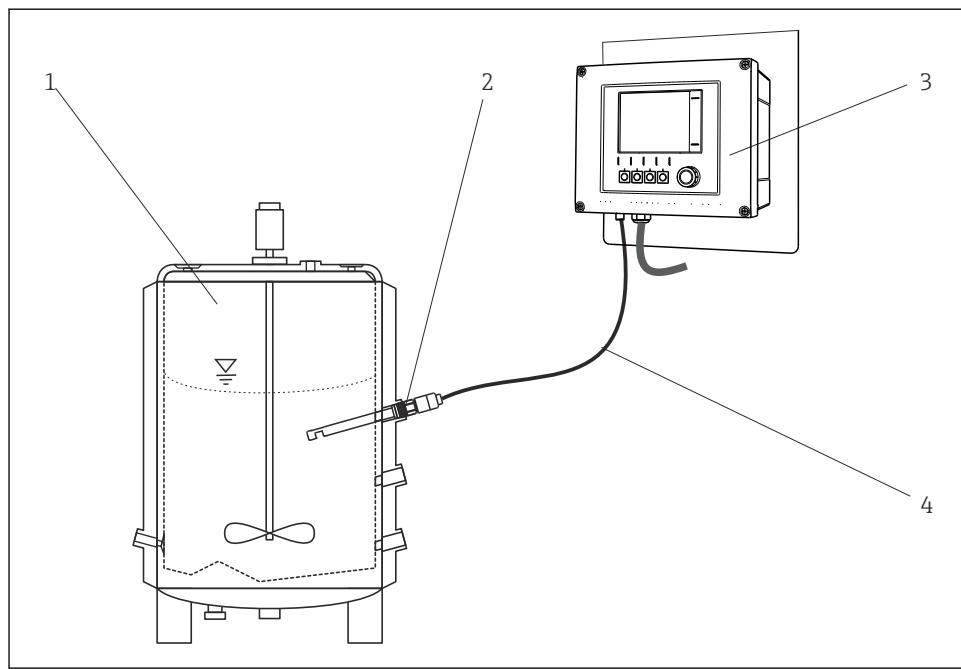
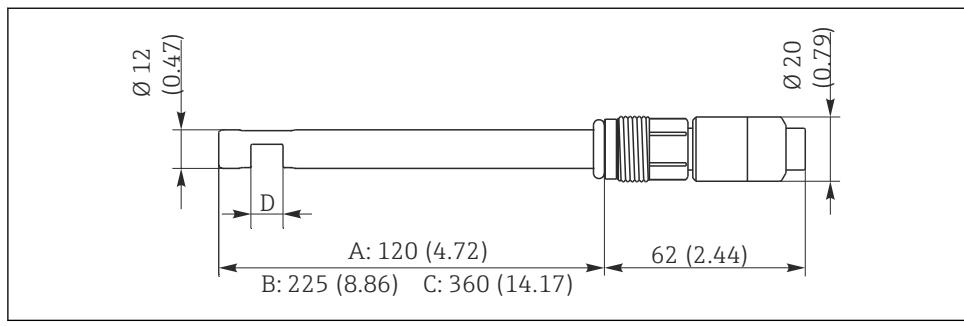

図 2 フォトメータセンサを使用した計測システムの例
図 3 寸法 (mm (インチ) 単位)
- ▶ エアポケットや気泡が発生する場所（→ 図 5、図 3）、または沈殿が発生する場所（図 2）。